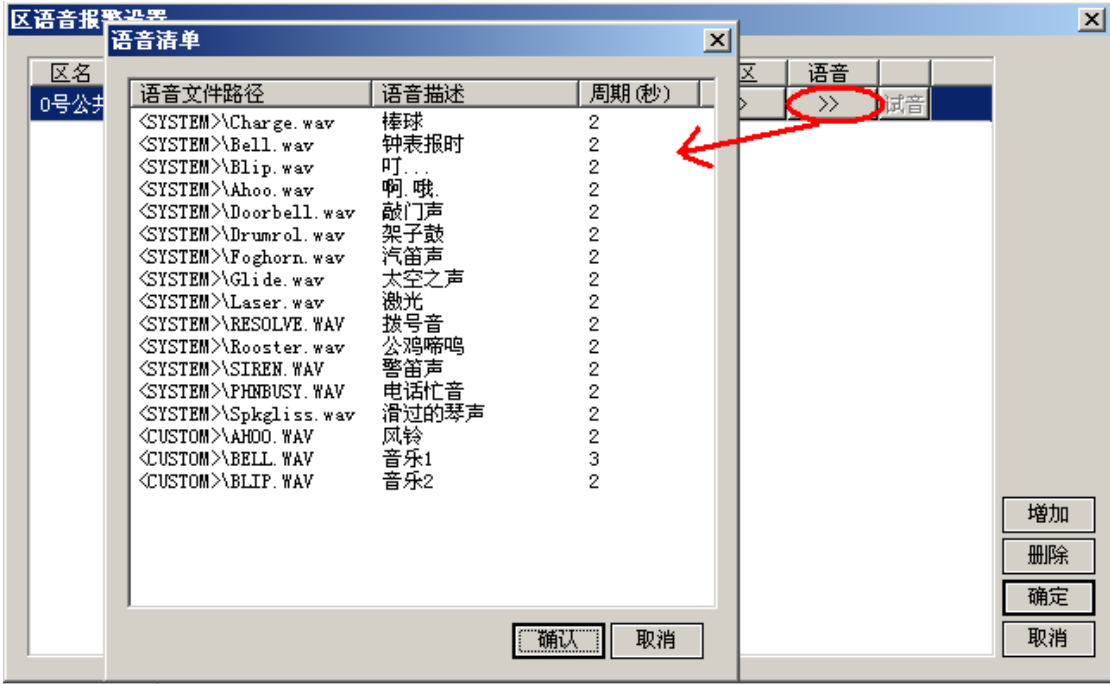

图 7-42 选择区语音报警的语音文件
- 点击“语音”栏的 >> 按钮，将弹出如图 7-42所示的语音清单面板。选择其中一个语音文件，点击“确定”，该文件的信息就会出现在“区语音报警设置”界面相应的栏里。